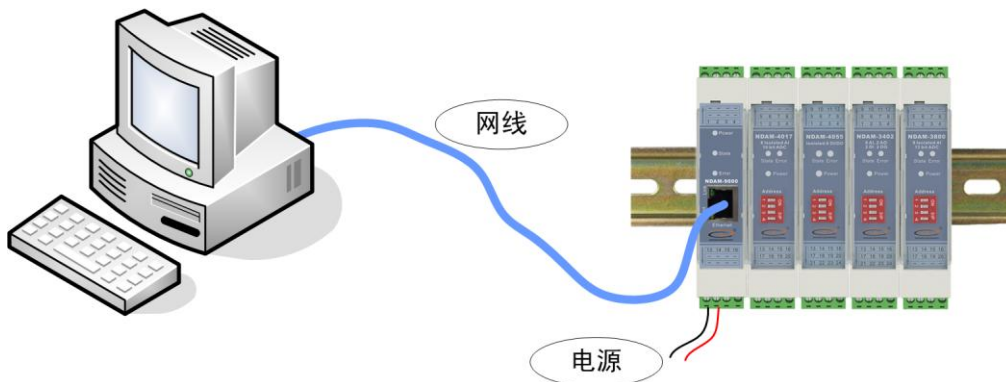

图 3.1 NDAM-4055 测试接线示意图
- ① 将 PC 机、NDAM-9000 和 NDAM-2808 模块按照如图 3.1 所示进行连接；